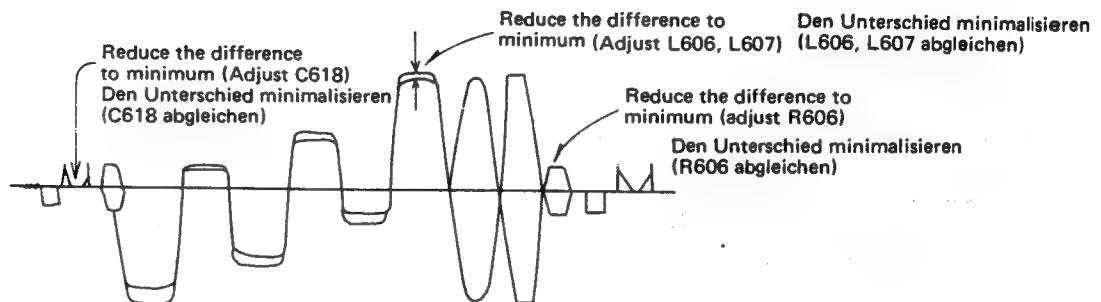

Fig. 23 Abb. 23
5. Adjust C618 to obtain the waveform as in fig. 23.
5. C618 so einstellen, daß die in Abb. 23 gezeigte Wellenform erreicht wird.
4. Adjust delay line control (R606) to achieve minimum level as in fig. 23.
5. Adjust L606, L607 and R606 to obtain the waveform as in fig. 23.
4. Verzögerungsleitung-Regler (R606) auf minimalen Pegel abgleichen, wie in Abb. 23 gezeigt.
5. L606, L607 und R606 so abgleichen, daß die in Abb. 23 gezeigte Wellenform erreicht wird.